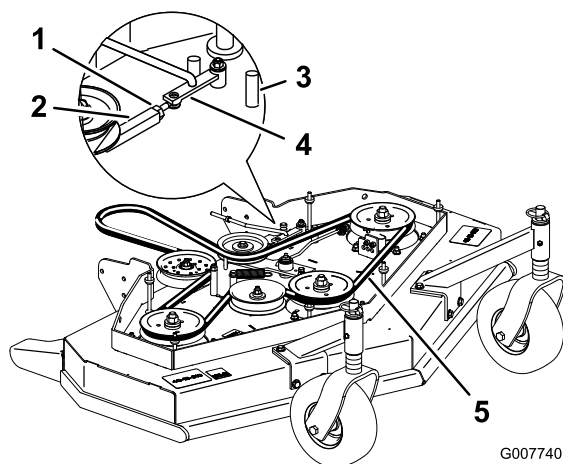

Bild 44
3. Lösen Sie die Sicherungsmutter an der Spannschraube (Bild 44).
4. Drehen Sie die Spannschraube zum Heck des Mähwerks, um die Riemenspannung zu erhöhen. Drehen Sie die Spannschraube zur Vorderseite des Mähwerks, um die Riemenspannung zu verringern (Bild 44).